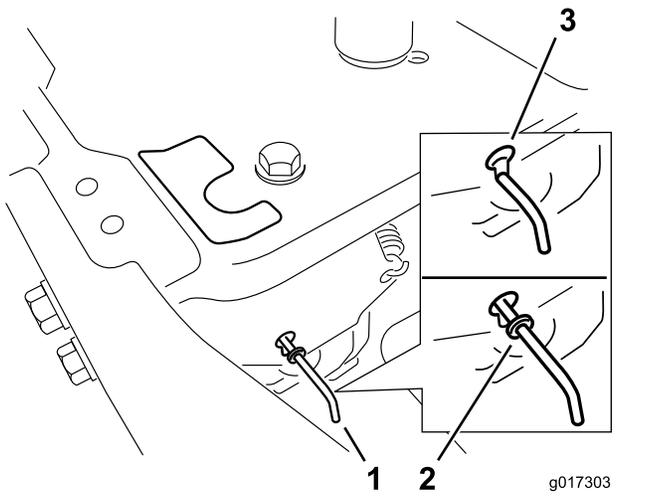

Figura 19
4. Mueva las palancas de desvío hacia delante a través del orificio y hacia abajo para bloquearlas en esa posición (**Figura 19**).
Mueva las palancas de desvío hacia atrás a través del orificio y hacia abajo para bloquearlas en esa posición, según se muestra en Figura 19.